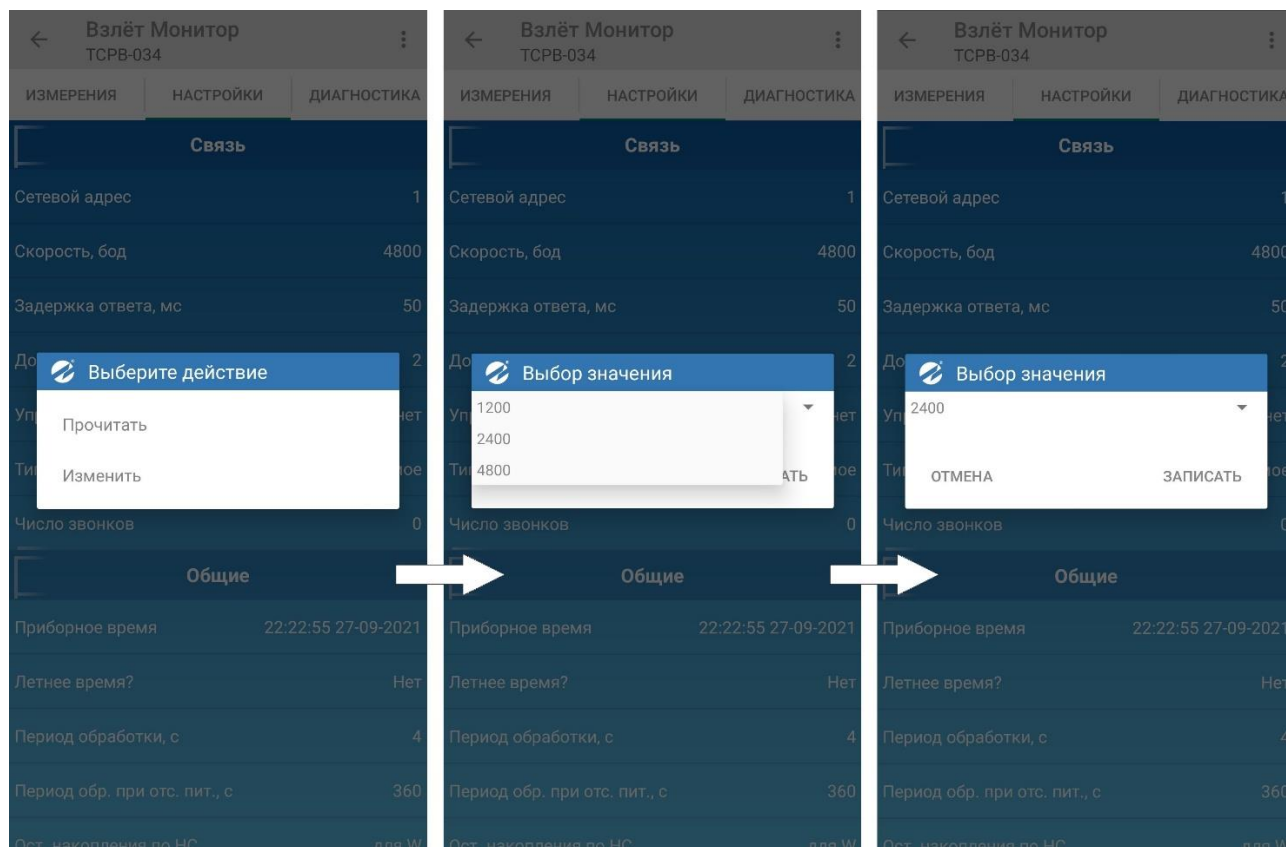

Рис.26. Ввод нового значения параметра.
3.3.7. В вкладке **НАСТРОЙКИ**, при длительном касании экрана в области выбранного параметра возможно его редактирование. После нажатия на кнопку **Изменить** появится список с новыми значениями параметра (рис.26). После изменения параметра нажмите кнопку **ЗАПИСАТЬ**.